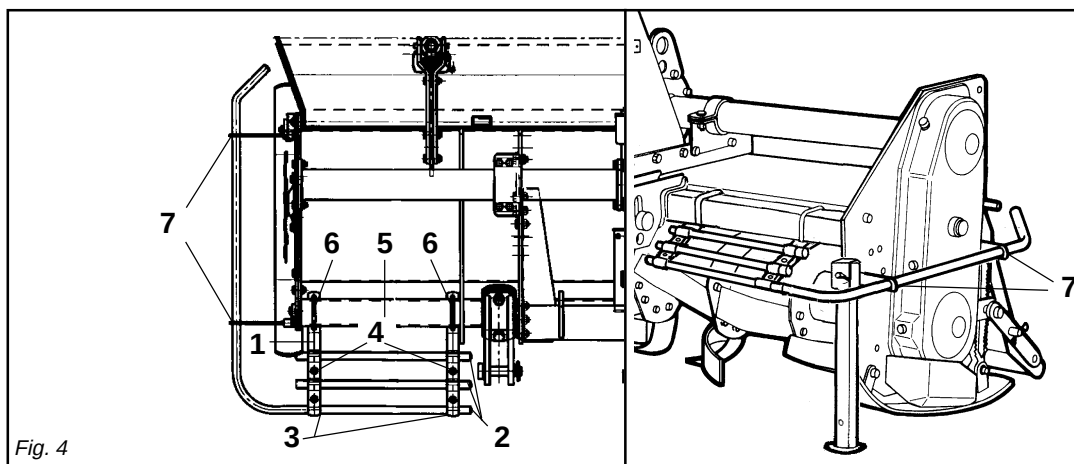

Fig. 4
- Il gruppo delle protezioni, composto dall'attacco (1 Fig. 4) che fa da fermo per i tubi (2 Fig. 4) bloccati dalla staffa (3 Fig. 4) e dalle viti (4 Fig. 4), è fissato al tubo quadro anteriore (5 Fig. 4) mediante i cavallotti (6 Fig. 4), e va posizionato uno a destra e uno a sinistra il più esternamente possibili.
- Lateralmente, su entrambe le fiancate, vanno fissate tramite le viti delle protezioni sagomate (7 Fig. 4).
- The protection unit, consisting of the coupling (1 Fig. 4) that acts as a clamp for the pipes (2 Fig. 4) locked by the bracket (3 Fig. 4) and by the screws (4 Fig. 4), is fixed to the square front pipe (5 Fig. 4) by the U-bolts (6 Fig. 4) and should be positioned as far outwards as possible, one on the right and the other on the left.
- The shaped protections should be fixed laterally with screws to both the sides (7 Fig. 4).
- Die Gruppe der Schutzvorrichtungen, die sich aus dem Anschluß (1 Abb. 4), der zur Arretierung für die Rohre (2 Abb. 4) dient, die durch den Bügel (3 Abb. 4) blockiert werden, und den Schrauben (4 Abb. 4) zusammensetzt, wird am vorderen Vierkantröhr (5 Abb. 4) mit den U-Bolzen (6 Abb. 4) befestigt. Eine davon ist rechts und eine links, so weit wie möglich außen anzubringen.
- Seitlich auf den beiden Seitenteilen sind die geformten Schutzteile (7 Abb. 4) mit Schrauben zu befestigen.
- Le groupe des protections, comprenant l'attelage (1 Fig. 4) qui sert de butée pour les tubes (2 Fig. 4) bloqués par la bride (3 Fig. 4) et par les vis (4 Fig. 4), est fixé au tube carré avant (5 Fig. 4) par des crampons (6 Fig. 4). Positionner une protection à droite et une à gauche, le plus possible à l'extérieur.
- Les protections galbées doivent être fixées latéralement, des deux côtés avec les vis des protections (7 Fig. 4).
- El grupo de las protecciones, compuesto por la conexión (1 Fig. 4) que funciona como bloqueo de los tubos (2 Fig. 4) bloqueados a su vez por el soporte (3 Fig. 4) y por los tornillos (4 Fig. 4), está fijado en el tubo cuadrado anterior (5 Fig. 4) mediante los pernos de U (6 Fig. 4) y debe ser emplazado uno a la derecha y uno a la izquierda lo más externamente posible.
- Lateralmente, sobre ambos lados, debemos fijar mediante los tornillos las protecciones molduradas (7 Fig. 4).